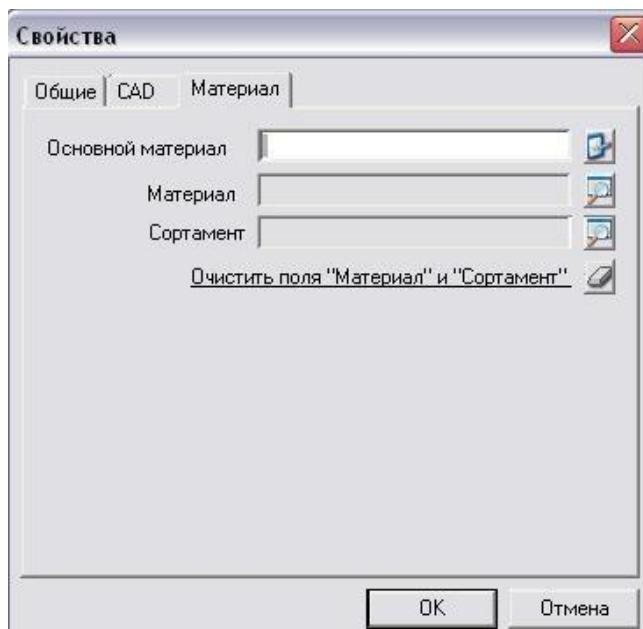

Рисунок 22. Вкладка материал
3. Перейдите на вкладку "Материал" (рис.22). Нажмите кнопку "Выбор материала из БД" в строке "Материал". Загрузиться база данных по материалам, выбираем папку "Стали легированные конструкционные" из списка материалов выбираем 40ХН ГОСТ 4543-71. Нажимаем кнопку **OK**.